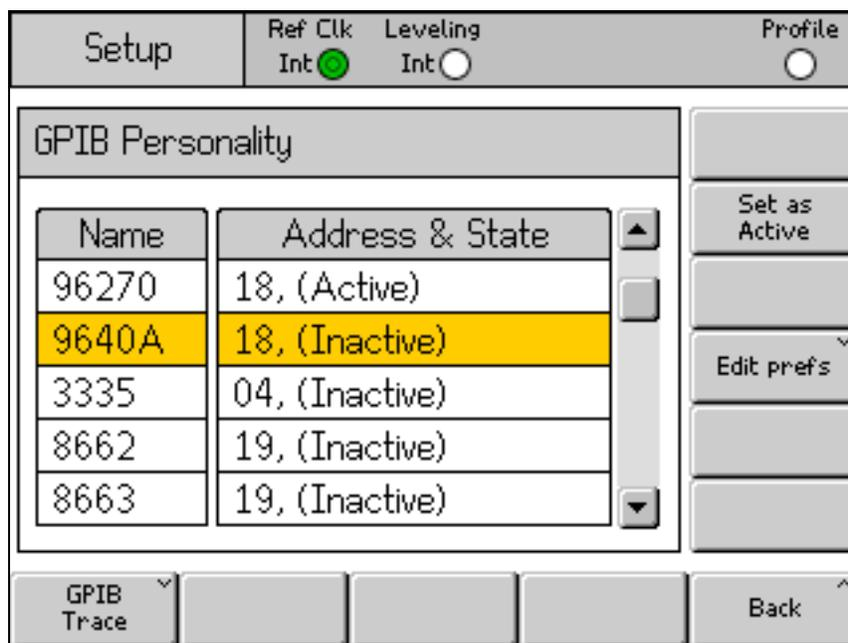

Figure 3-21. Préférences GPIB (9640A sélectionné)
3. Appuyez sur la touche de fonction Set as Active (Activer) pour modifier la personnalité GPIB actuelle. Voir la Figure 3-21.